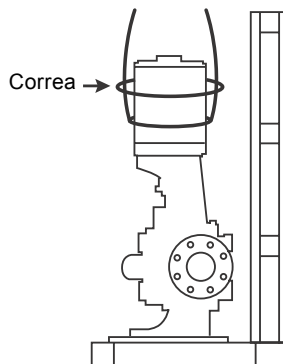

Fig. 4 Bombas KPV y KPVS, puntos de izado correctos
5. Instale dos correas de izado alrededor del motor, bajo la caja de derivación, separadas 180 grados. Consulte la fig. 4.